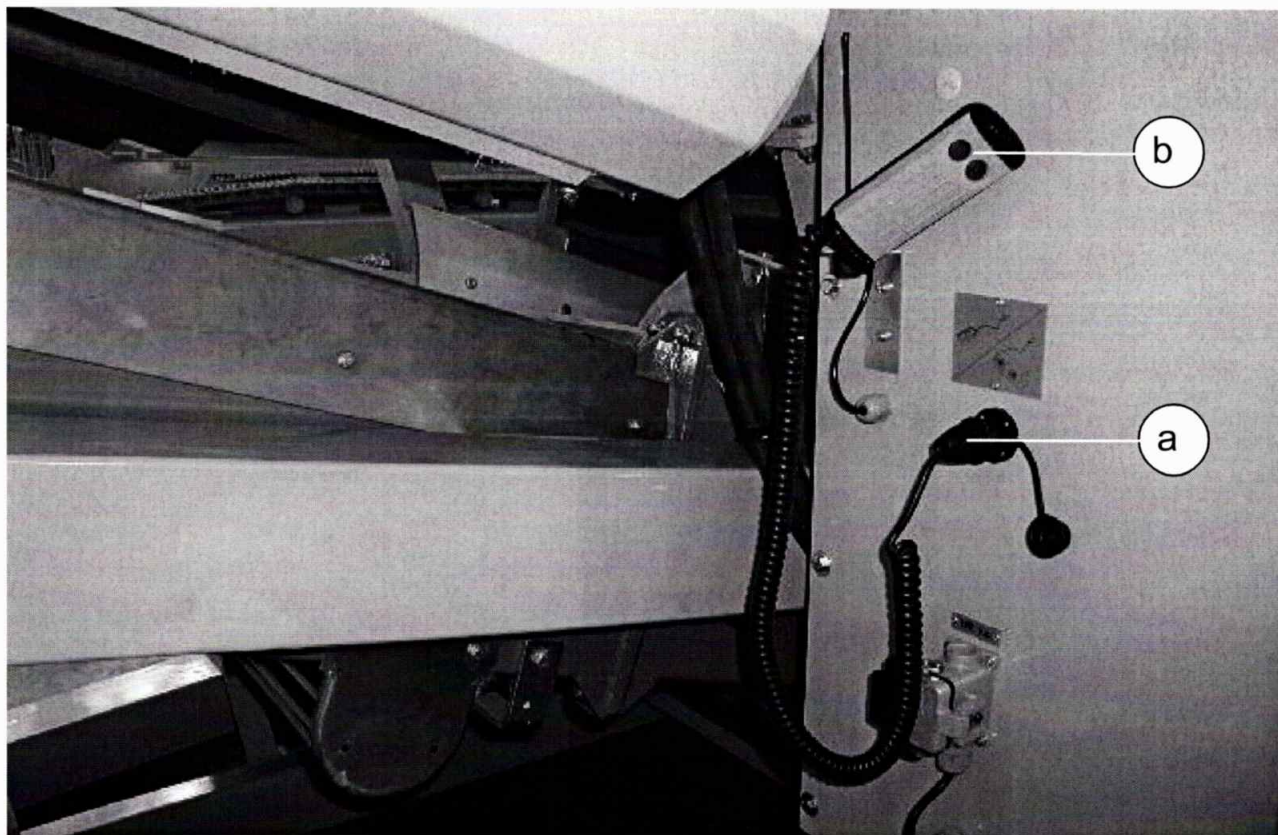

fig. 4.2.10
- 2) inserire la spina della pulsantiera di sollevamento nella presa indicata dal particolare (a) di fig. 4.2.10;
- 3) azionare il pulsante di sollevamento della macchina, sulla pulsantiera indicata dal particolare (b) di fig. 4.2.10, fino quasi a toccare il suolo;